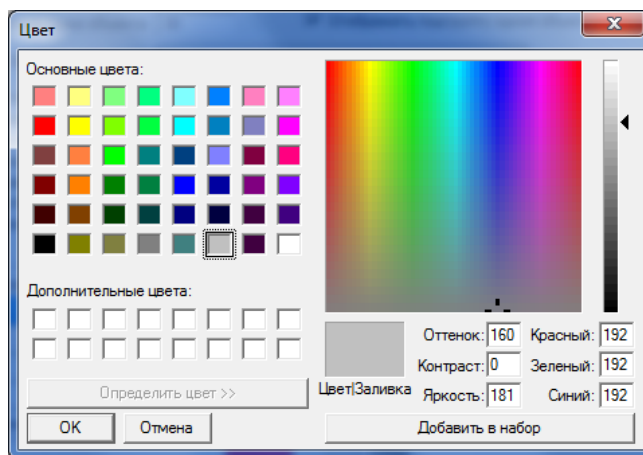

Рис. 20.5. Настройка цвета
- **Цвет:** цвет, которым будет подсвечиваться данный тип событий в программе. Для изменения цвета дважды щелкните по цвету левой кнопкой мыши. В открывшемся окне *Цвет* выберите цветовой тон и нажмите кнопку *ОК* (Рис. 20.5).